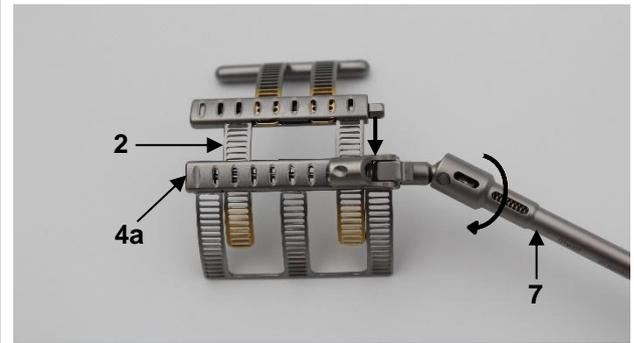

Abb. 4
Zuerst das primäre Element (2) mithilfe des geeigneten Schraubendrehers (7) vollständig einfahren. Hierfür den Transportmechanismus an dem Kastenmodul des Baselements (4a) mithilfe des Schraubendrehers (7) gegen den Uhrzeigersinn drehen (Abb. 4).